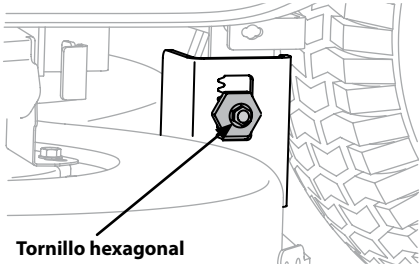

Figura 4-10
3. Afloje, pero NO extraiga, el perno de cabeza hexagonal ubicado en la ménsula de suspensión izquierda de la plataforma. Consulte la Figura 4-10.